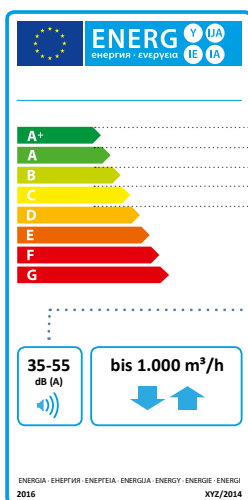

Abb. 2
- Energieeffizienzlabel von A+ bis G (s. Abb. 2)